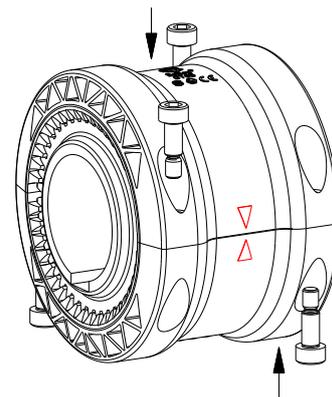

Bild 6: Ausrichtung der GT-Hülse
- Die Teile zunächst nur handfest verschrauben, wobei die Passschrauben wechselseitig zu montieren sind (siehe Bild 6).